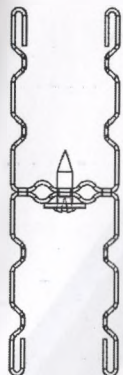

рис. 1
4.1 Две вплотную стоящие линии стеллажей имеют возможность стыковки саморезом (рис. 1) или болтовым соединением (рис. 2) в торце стоек.